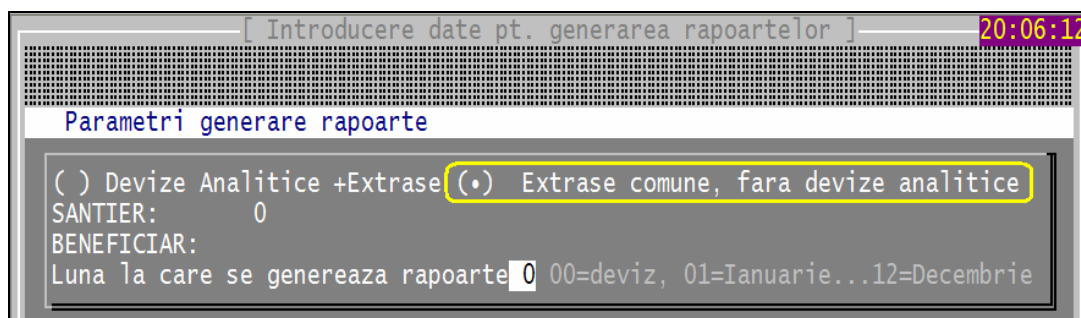

Figura 1. Generarea extraselor de resurse pe investitie
- ii. Se generează extrasele de resurse cumulate pe investitie. Din meniul principal, selectăm Rapoarte-> Ana.+Ext.Res./Inv., introducem codul investitiei [ex:100], după care selectăm optiunea „Extrase comune, fără devize analitice”, ca in Figura 1: